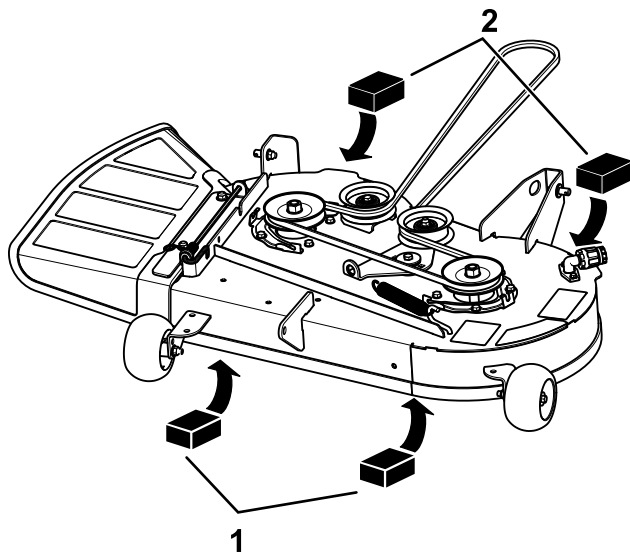

Figure 70
4. Placez deux cales de 6,6 cm (2⁵/₈ po) d'épaisseur chacune sous chaque côté du bord avant du tablier de coupe, mais pas sous les supports des galets anti-scalp (Figure 70).
5. Placez deux cales de 7,3 cm (2⁷/₈ po) d'épaisseur chacune sous le bord arrière de la jupe du tablier de coupe, une de chaque côté (Figure 70).